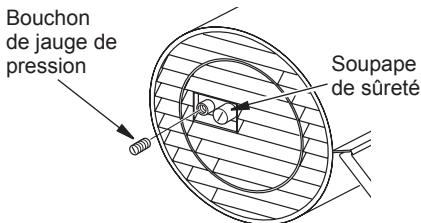

Figure 9 - Retrait du bouchon de la jauge de pression
1. Retirer le bouchon de jauge de pression de la couverture extrémité du filtre (voir figure 9).